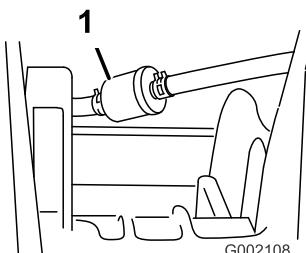

Рисунок 44
- Снимите зажимы, крепящие топливный фильтр к топливным линиям (Рисунок 44).